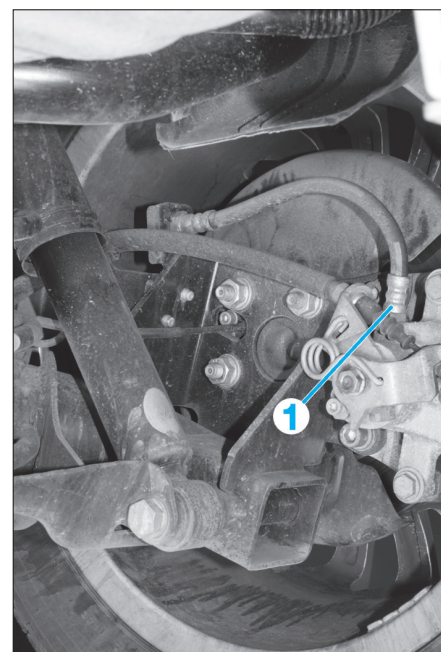

Fig. 19
- Dévisser le flexible de frein (1) sur l'étrier (Fig.19).